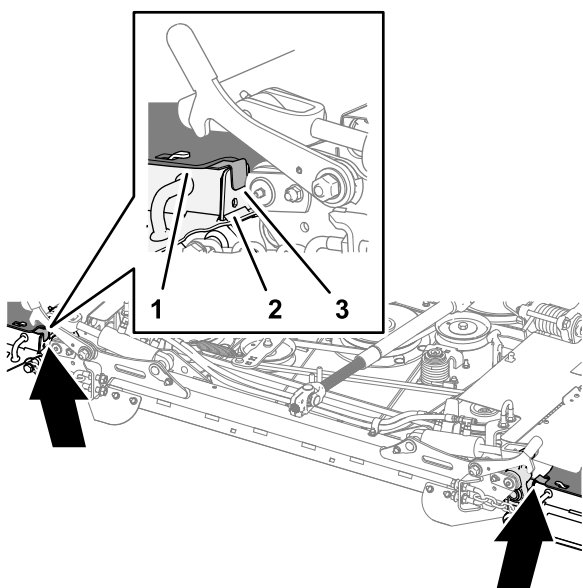

Рисунок 35
2. Установите регулировочные прокладки в передней части деки, как показано на Рисунок 35.